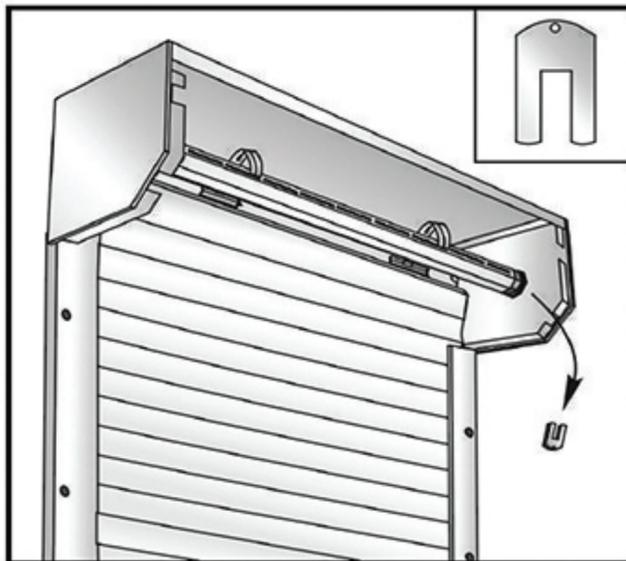
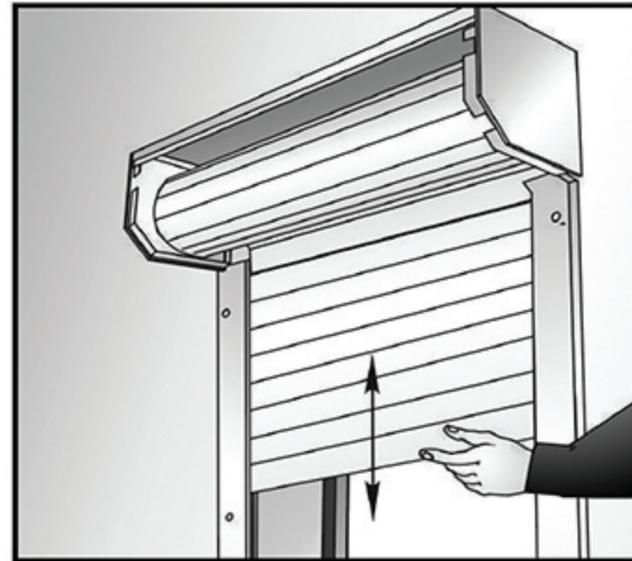

рис. 5
рис. 6
5. Снять скобу (отвертку), фиксирующую пружину ПИМ (рис. 5). Придерживая полотно рукой, проверить работу ПИМ (рис. 6). Полотно должно сворачиваться полностью, ход полотна должен быть плавным. При необходимости произвести регулировку натяжения ПИМ.